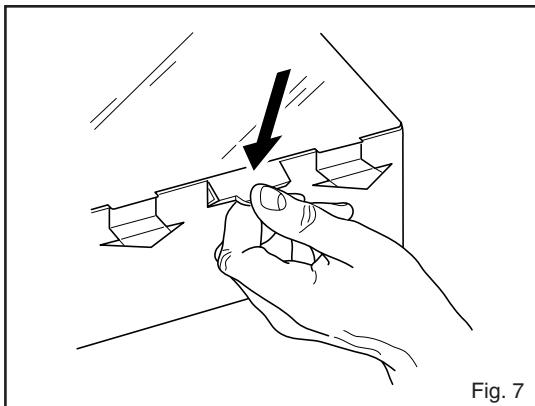

Fig. 7
- Insérer la languette centrale dans son logement (fig. 7)